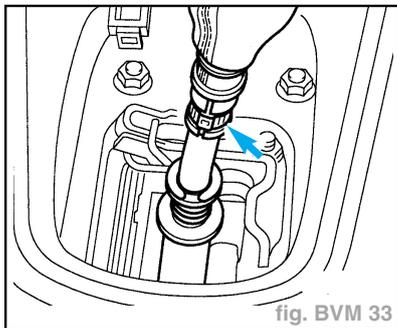

fig. BVM 33
- Ouvrir le collier (flèche) et retirer le pommeau conjointement au soufflet (fig. BVM 33).
- Déposer le pommeau avec le soufflet (fig. BVM 33).